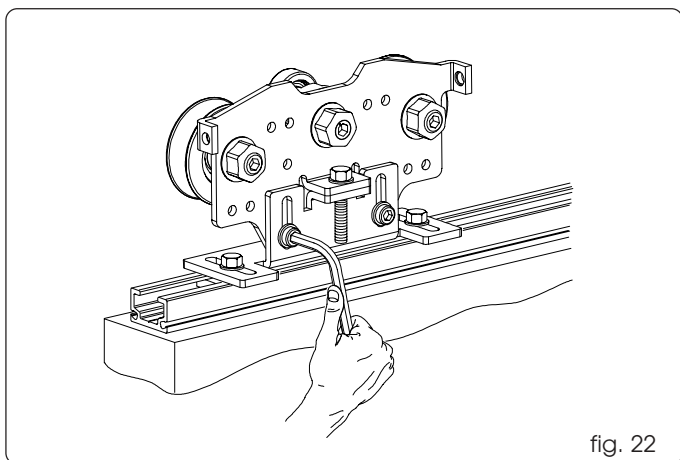

fig. 22
- Allentare leggermente le due viti a testa cilindrica fig. 22.